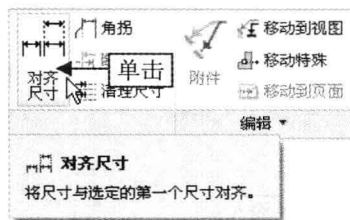

图 12-112 单击“对齐尺寸”按钮
Step 03 在“注释”面板中单击“对齐尺寸”按钮, 如图 12-112 所示。